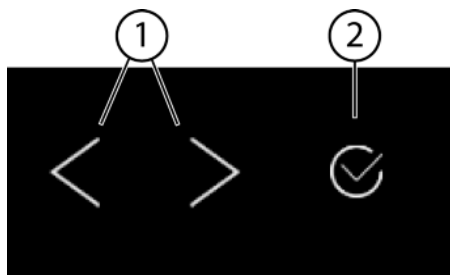
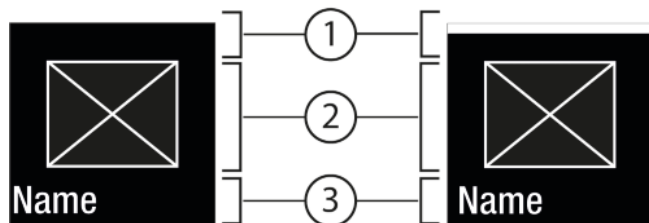
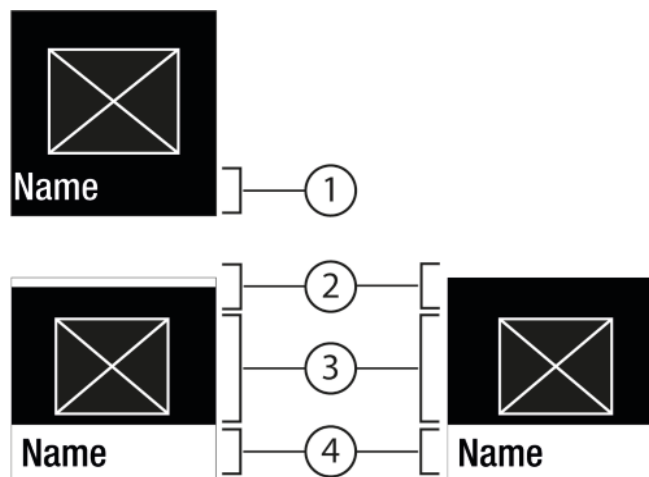

Fig. 5
Fig. 6
Fig. 7
(1) Navigační šipka doleva / (2) Potvrzení doprava
Navigační šipka doleva / doprava Fig. 5 (1):
Potvrzení Fig. 5 (2):
- Navigujte navigační šipkou doleva / doprava Fig. 5 (1).
- Pomocí Potvrzení Fig. 5 (2) funkci / nastavení aktivujte Fig. 6 (1) / deaktivujte Fig. 6 (1).
- Pomocí Potvrzení Fig. 5 (2) vyvolejte podmenu Fig. 7 (4).
- Nastavení nové hodnoty: Vyberte pomocí Potvrzení Fig. 5 (2) deaktivovanou hodnotu Fig. 6 (1).
- Zpět do menu: Vyberte pomocí Potvrzení Fig. 5 (2) již aktivovanou hodnotu Fig. 6 (2).
- ▶ Tiskněte navigační šipky Fig. 5 (1), dokud se nezobrazí .
- ▶ Stiskněte Potvrzení Fig. 5 (2).
- ▶ Tiskněte navigační šipky Fig. 5 (1), dokud se nezobrazí funkce.
- ▶ Zvolte navigačními šipkami Fig. 5 (1) hodnotu nastavení.
- ▷ Stav: aktivováno Fig. 6 (1) se krátce zobrazí v podmenu Fig. 7 (4).
- ▶ Tiskněte navigační šipky *Fig. 5 (1)*, dokud se nezobrazí nastavení .
- ▶ Stiskněte Potvrzení *Fig. 5 (2)*.
- ▶ Tiskněte navigační šipky *Fig. 5 (1)*, dokud se nezobrazí požadované nastavení.
- ▶ Tiskněte Potvrzení *Fig. 5 (2)* 3 sekundy.